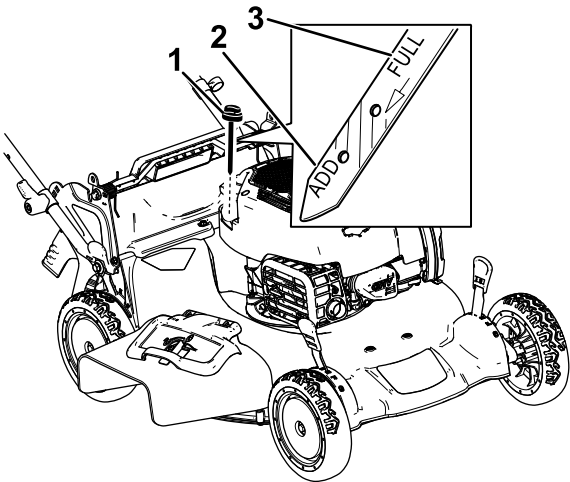

Figure 27
- 3. Tournez le bouchon dans le sens antihoraire et sortez la jauge (Figure 27).
10. Vérifiez le niveau d'huile indiqué par la jauge (Figure 27).